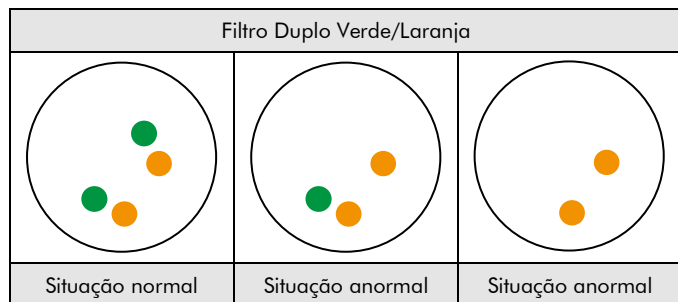

Fig. 2: Resultados esperados em núcleos normais e anormais
**Situação normal:** Em interfases de células normais ou em células sem deleção envolvendo a região do gene SMARCB1, são visíveis dois sinais verdes e dois sinais laranja (ver Fig. 2).
**Situação anormal:** Em células com deleção da região do gene SMARCB1, observa-se um número reduzido de sinais verdes. Deleções afetando apenas parte da região do gene SMARCB1 podem resultar num padrão de sinais normal, porém com sinais verdes de tamanho reduzido (ver Fig. 2).